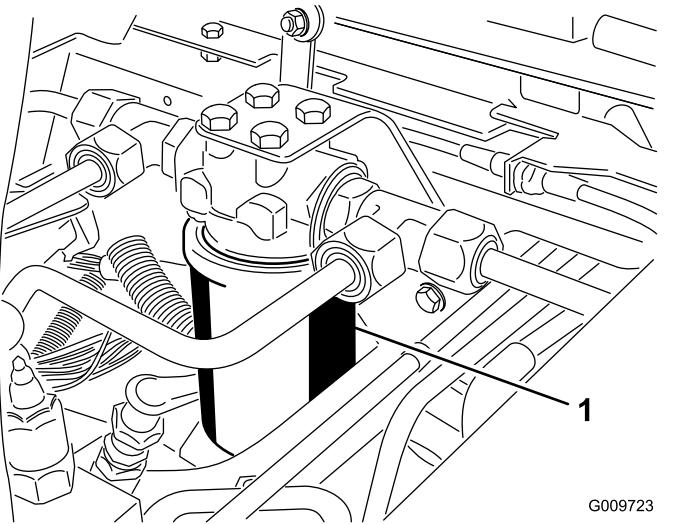
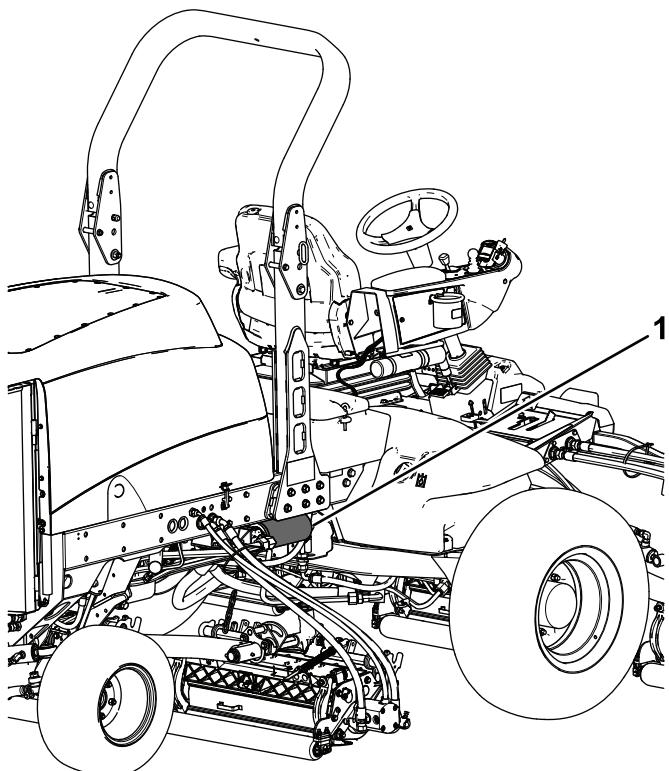

Bild 79
Bild 80
3. Stellen Sie eine Auffangwanne unter den Filter (Bild 79 und Bild 80) und entfernen diesen.